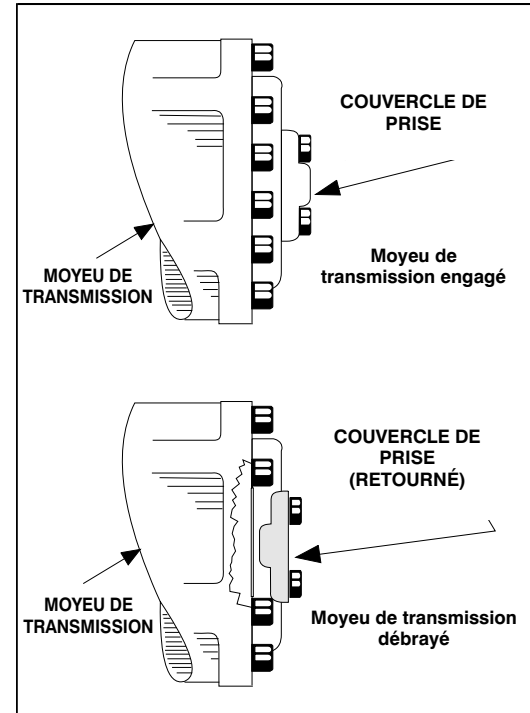

Figure 4-4. Moyeu de transmission engagé/débrayé
3. Débrayer les moyeux de transmission en retournant le couvercle de prise. Voir la Figure 4-4., Moyeu de transmission engagé/débrayé.
Si la machine doit être relevée à l'aide d'un palan ou d'une grue mobile, il est essentiel que les appareils de levage ne soient attachés qu'aux oeillets de levage prévus à cet effet et que la goupille de blocage de la plate-forme tournante soit engagée. (Voir Figure 4-4. Tableau de levage.)